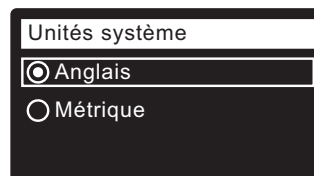

FIG. 23
17. **UNITÉS SYSTÈME** Passez à l'étape 18 si le cercle du système souhaité a déjà un point (cf. Figure 23). Sinon, appuyez sur le bouton BAS (▼) ou HAUT (▲) pour passer au système souhaité, puis sur le sélecteur (O) pour confirmer votre choix.
18. Appuyez sur le sélecteur (O).